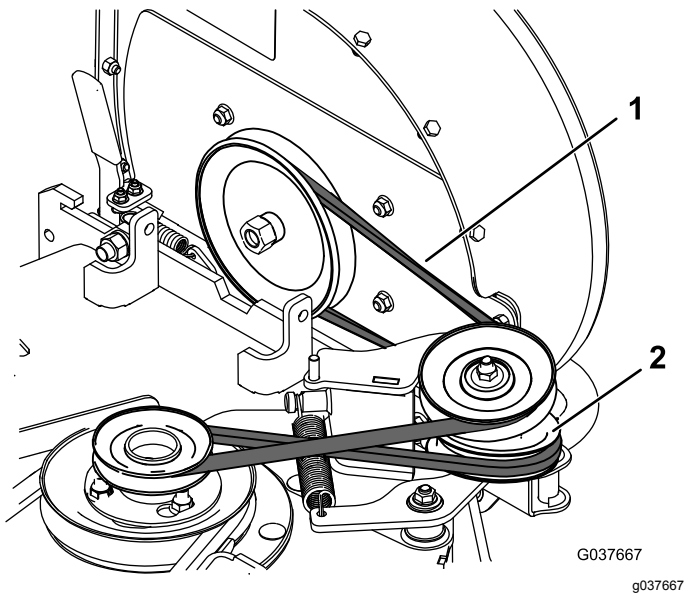

Bild 26
6. Ziehen Sie an der gefederten Spannscheibe, um die Riemenspannung zu lösen (Bild 26).
9. Verlegen Sie den Riemen um das Gebläse und die Spannscheiben, wie in Bild 26 abgebildet.